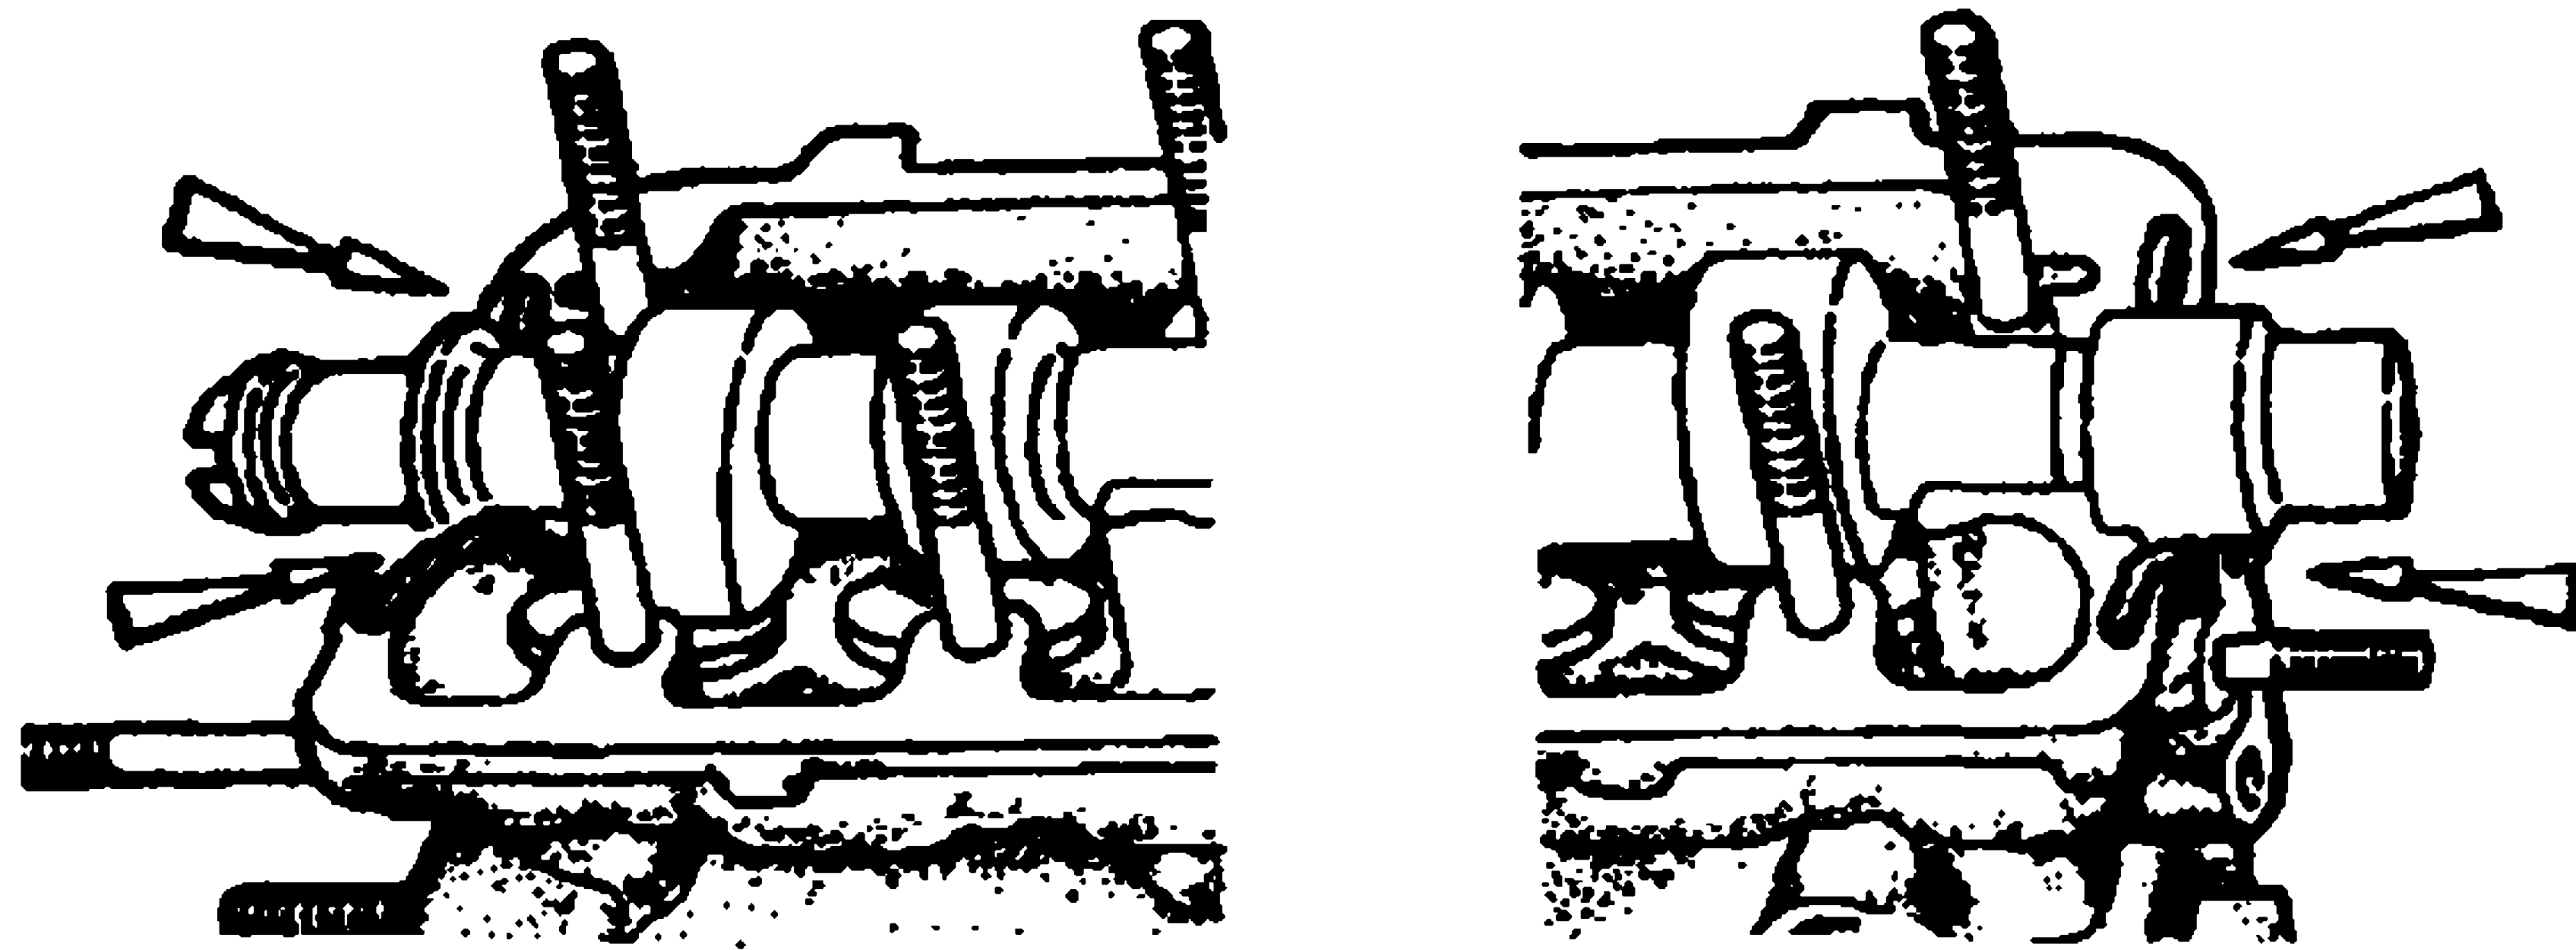

Рис. 62. Места нанесения герметика
7. На поверхности головки цилиндров, сопрягающиеся с корпусами подшипников, в зоне крайних опор распределительного вала нанести герметик (рис. 62).